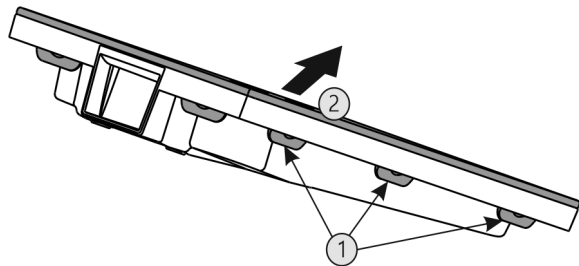

Fig. 44
- ▶ Последовательно нажать на все наклейки Fig. 44 (1) и снять крышку Fig. 44 (2).